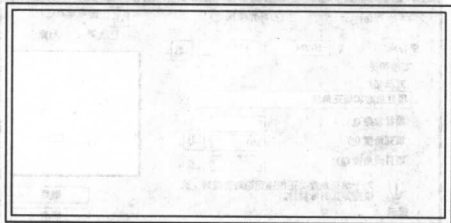

图6-2 绘制并偏移矩形
2. 选择“绘图”/“矩形”命令,绘制一个尺寸为700mm×350mm的矩形。再选择“修改”/“偏移”命令,将矩形向内偏移10mm,如图6-2所示。